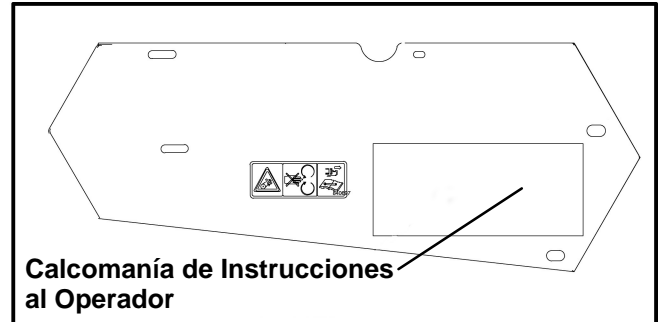

FIGURA 16
25. Si la banda del freno no puede ser ajustada, vuelva a posicionar el motor. Las ranuras de la placa del motor debe tener un espacio de 5.5 mm a 6.3 mm (7/32" a 1/4"). Vea la Figura 16.